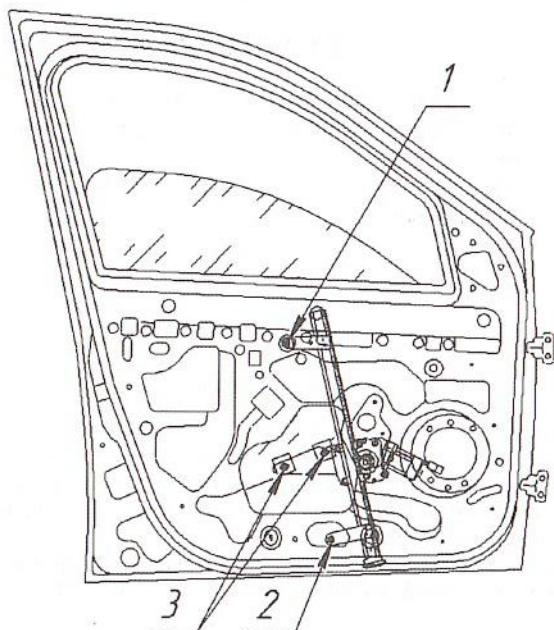

Рис. 1
- 6.7 Установить ЭСП в соответствии с рис. 1 и 2, используя гайки и винты от штатного стеклоподъемника.